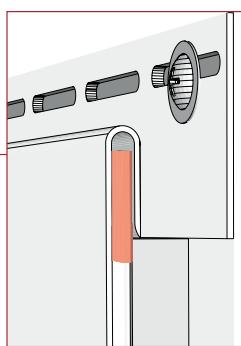

Рисунок 67
- 13.16** После того как околооконные планки подрезаны и подогнаны под размер оконного проема, используя просекатель насечек (рис. 67), сделайте насечки с интервалом 100 мм друг от друга. Вставьте околооконные планки в финишную планку (рис. 68). Произведите финальный монтаж с соблюдением общих правил монтажа.